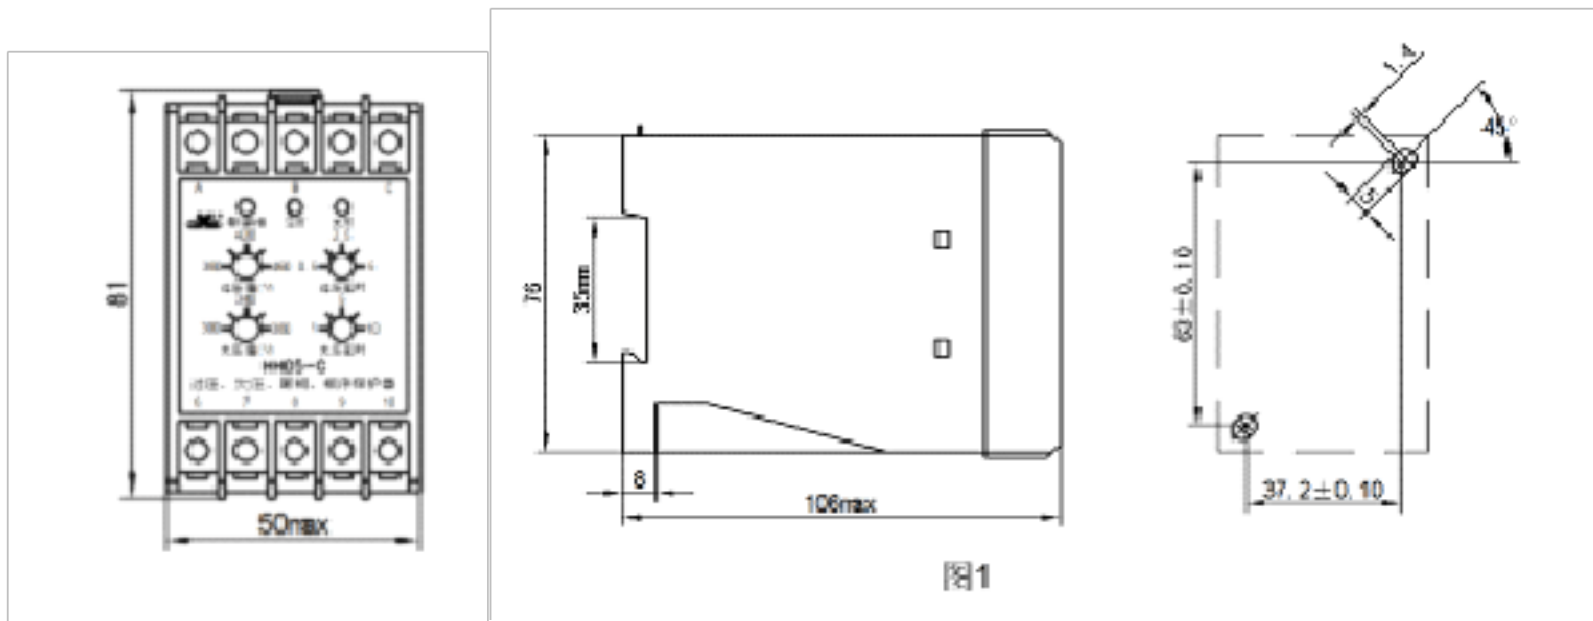

图1
- (1) 安装方式: 1) 螺钉固定安装; 2) 35mm 标准导轨安装。
- (2) 推荐保护器垂直于地面安装, 以便于控制操作。其它任意安装角度不会对正常使用产生任何影响。
- (3) 外形及安装尺寸(见图 1)